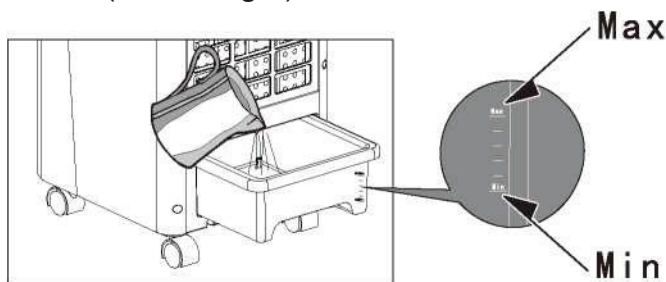

Abbildung 3
- ❶ Ziehen Sie den Wassertank in halber Position von der Rückseite des Geräts heraus und füllen Sie langsam Wasser in den Tank (Abbildung 3)
- ❷ Bitte beachten Sie das Wasserstandsfenster auf der Rückseite des Wassertanks, wenn Sie Wasser einfüllen.
- ❸ Bitte lassen Sie kein Wasser über die MAX-Linie und kein Wasser unter die MIN-Linie laufen (Abbildung 3).
- ❹ Drücken Sie in den Wassertank, nachdem Sie das Wasser eingefüllt haben.
- ❺ Wenn Sie Eis oder eine Eisbox in den Wassertank legen, kann die Kühlwirkung verstärkt werden.